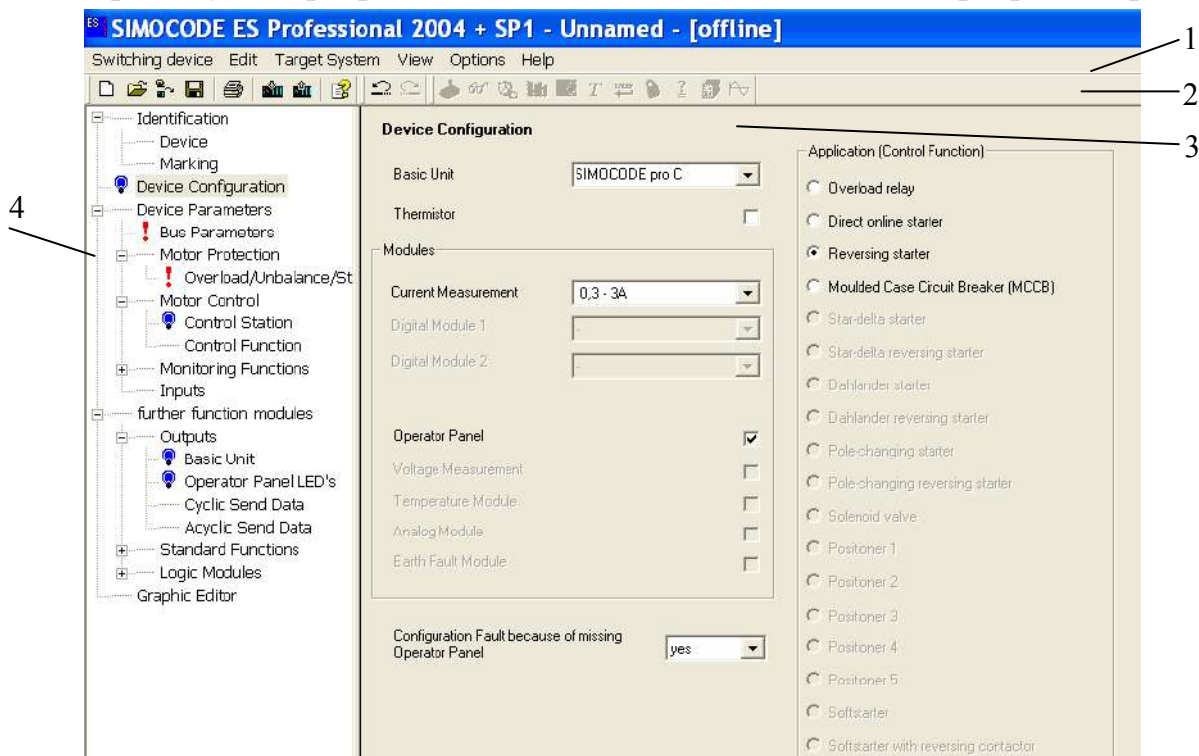

Рис. 6.5. Окно программы Simocode ES:
При запуске программы Simocode ES создается новая программа (рис. 6.5).
- набрать функцию управления «Реверсивный пускатель», этого достаточно для установки всех блокировок и логических сопряжений для реверсивного пускателя в базовом аппарате (см. рис. 6.5 – поле 3): Reversing Starter – отмечено точкой, Basic Unit – указан базовый аппарат Simocode pro C);
- определить уставку тока I_e для защиты двигателя; в примере выбран токовый модуль на $0,3 \dots 3$ А (см. рис. 6.5 – поле 3 Current Measurement);
Действия для параметрирования через программу Simocode ES приведены в табл. 6.4. Иллюстрацию выполняемых действий согласно шагам, приведенным в табл. 6.4, покажем на примерах (рис. 6.5, 6.7, 6.8, 6.10–6.12).
Шаги 1, 2, 3 (рис. 6.5).